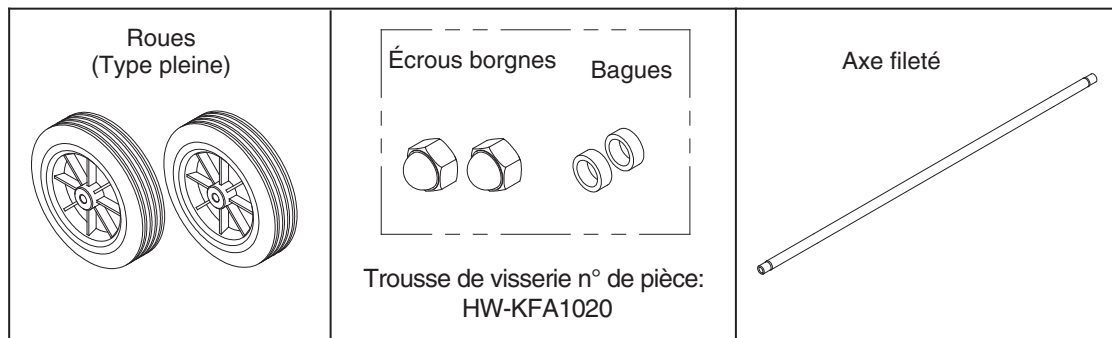

Figure 2. Identification des composants
1. ENLEVEZ L'APPAREIL DE CHAUFFAGE ET TOUT LE MATÉRIEL D'EMBALLAGE DE LA BOÎTE. Fig. 2)